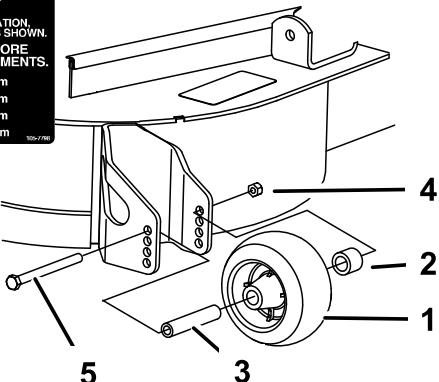

Bild 13
1. Nach dem Einstellen der Schnitthöhe sollten Sie die Rollen einstellen. Nehmen Sie die Bundmutter, die Büchse, das Distanzstück und die Schraube ab (Bild 13).
3. Setzen Sie die Bundmutter, die Büchse, das Distanzstück und die Schraube ein. Ziehen Sie sie auf 54-61 N an (Bild 13).